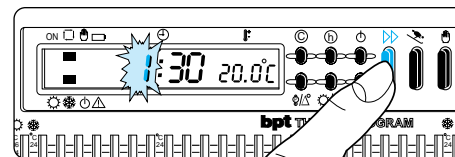

Fig. 15
5.4 - Premere il pulsante  (fig. 15) sino a che non si raggiunge l'ora esatta.